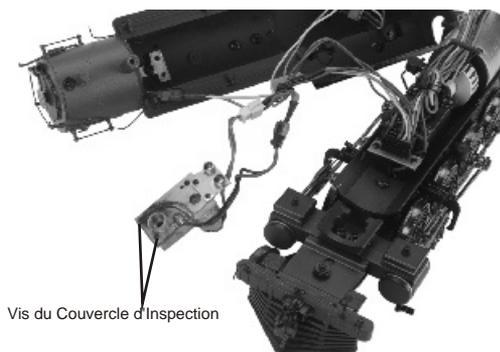

Figure 18
1. Quand la chaudière a été retirée, retirez également le couvercle d'inspection (Voir figure 18). Regardez la mèche, si elle est sombre, décolorée et dure, elle doit être remplacée.